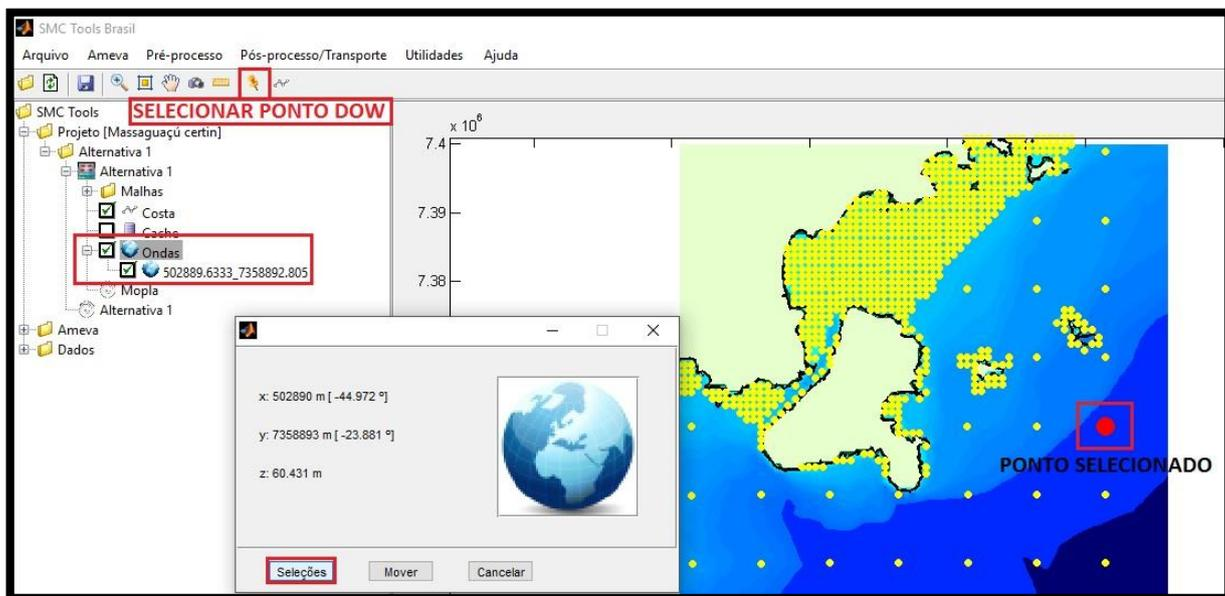

Figura 22 – Seleção de um ponto de ondas DOW.
- 24) Na pasta a esquerda, abrir a subpasta "Alternativa 1" e ativar a visualização de "Costa" e "Ondas", mostrando imediatamente as linhas de costa em preto e os pontos DOW de ondas em amarelo (Figura 22);
- 25) Clicando no botão "Selecionar Ponto" () na barra de ferramentas (Figura 22), e com a ajuda do *mouse* escolhe-se um ponto DOW que seja representativo da zona de interesse. O ponto DOW deve se encontrar em águas profundas, ou seja, em uma profundidade em que as ondas ainda não tenham sofrido pelos processos de
- 26)** Ao selecionar o ponto DOW, de forma automática aparece uma janela com as informações das coordenadas e a cota do ponto. Clicar em "Seleções", para enviar a informação do ponto à pasta "Ondas", na esquerda (Figura 22);